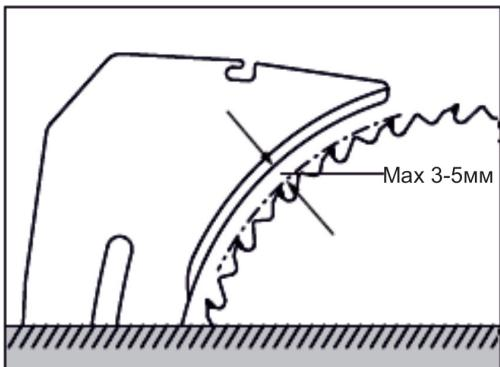

Рис. 27
6. После установки диска проверьте зазор между диском и расклинивающим ножом. Он должен составлять максимум 3-5 мм (Рис. 27). Для регулировки зазора ослабьте винты крепления расклинивающего ножа и отрегулируйте зазор. Зафиксируйте винты крепления расклинивающего ножа.